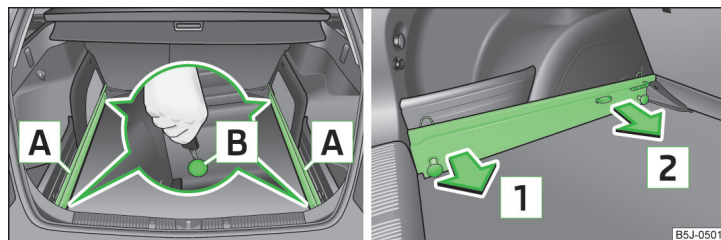

Fig. 69 Eliberarea punctelor de asigurare/Scoaterea șinelor
- Slăbiți punctele de asigurare **B** » fig. 69 ale șinelor portante, cu cheia, respectiv cu o șurubelniță plată.
- Pe fiecare șină, apăsați ambele puncte de asigurare **B** » fig. 69, până la limită.